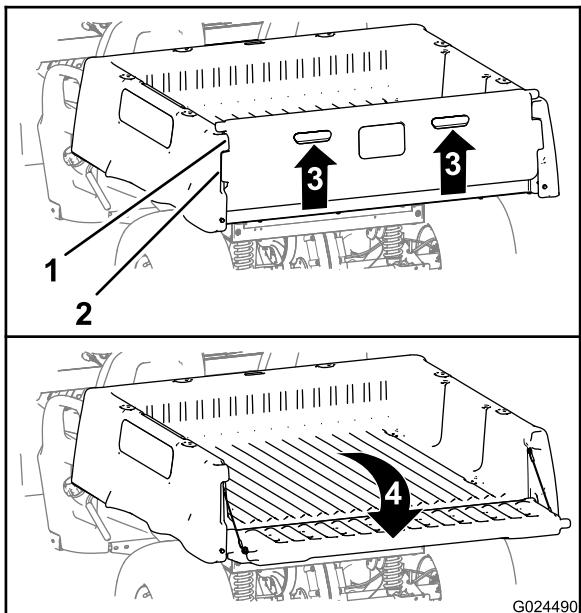

Figura 11
2. Sollevate agendo sugli elementi di spinta sul pannello posteriore della sponda posteriore (Figura 11).
3. Allineate le flange di bloccaggio della sponda posteriore alle aperture verticali tra le flange della sponda stessa del cassone (Figura 11).
4. Ruotate la sponda posteriore indietro e in basso (Figura 11).
6. Ruotate la sponda posteriore in alto e in basso in modo che le flange di bloccaggio della sponda stessa siano a filo con la tasca della sponda nel cassone (Figura 11).
7. Abbassate la sponda posteriore in modo che si posizioni sul retro del cassone (Figura 11).